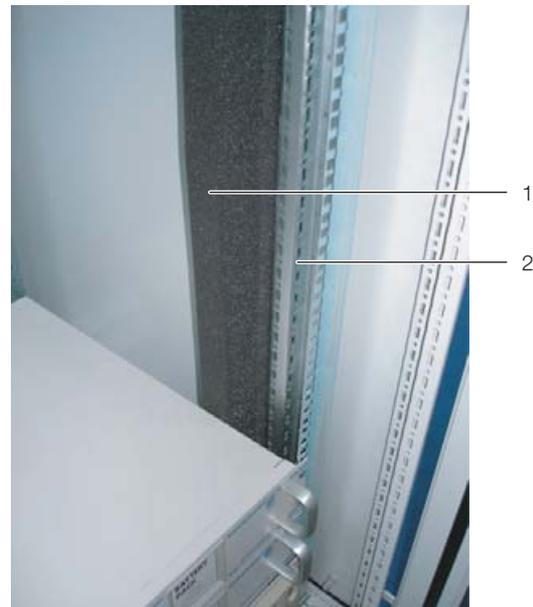

Imagen 14: Tiras de gomaespuma en uno de los montantes del armario para servidores
- Fije la tira de gomaespuma más ancha de las dos (Ref. 3301.370 / 3301.320) del programa de accesorios del LCP DX desde la parte exterior a uno de los montantes frontales del armario para servidores (imagen 14). Tenga en cuenta que debe fijar esta tira en el lado del armario al cual va a ensamblar el LCP DX.
- **Si solo desea ensamblar el LCP DX en uno de los lados:** Fije la tira de gomaespuma más estrecha de las dos (Ref. 3301.380/ 3301.390) del programa de accesorios del LCP DX desde la parte exterior a uno de los montantes frontales del armario para servidores (imagen 14). Tenga en cuenta que debe fijar esta tira en el lado del armario que va a volver a cerrar con un lateral.